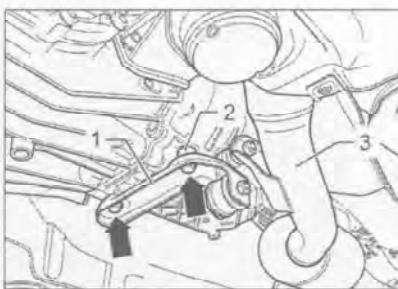

Рис. 7.339. Снимите с коробки передач подвеску (1) передней выпускной трубы (3), стараясь не повредить дистанционную втулку (2).
11. Снимите с коробки передач подвеску (1) передней выпускной трубы (3), стараясь не повредить дистанционную втулку (2) (рис. 7.339).